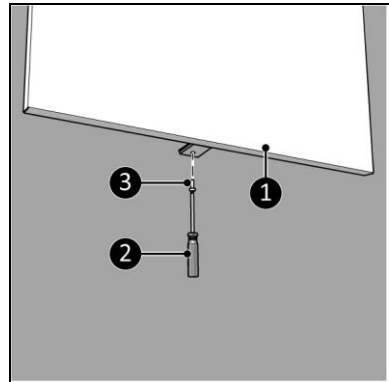

Abbildung 9
10. Schrauben Sie das Gerät (Abbildung 9, Pos. 1) mit einer kleinen Schraube (Abbildung 9, Pos. 3) mit einem Phillips Kreuzschlitzschraubendreher (Abbildung 9, Pos. 2) an der Wandhalterung fest.